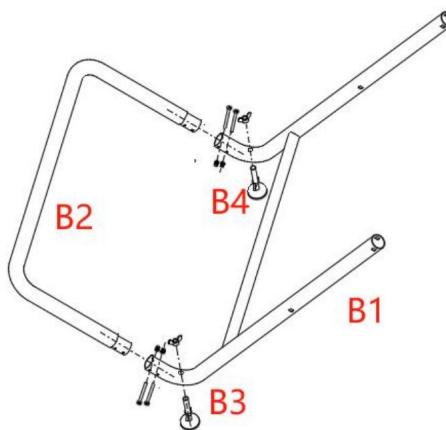

Figura 2
(Figura 2)
4. Posizionare la parte B1 in piano come mostrato nella Figura 2, allineare i tubi in acciaio della parte B2 con i fori del tubo di acciaio ad entrambe le estremità della parte B1, inserirli e allinearli con i piccoli fori sul lato. Prendi due M5 * 35 bulloni e filettatura attraverso la faccia esterna, quindi serrare il dado in nylon M5. Bloccare l'altro avvitare nello stesso modo.